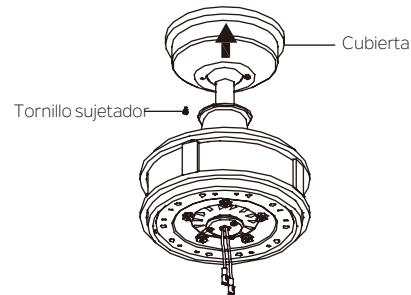

Fig. 17
**Paso 1.** Ensamble el dosel girando la ranura de la llave en el dosel sobre el tornillo de hombro en el soporte de montaje. Apriete firmemente el tornillo sujetador. Ensamble por completo y apriete el segundo tornillo sujetador que se retiró previamente. (Fig. 17).